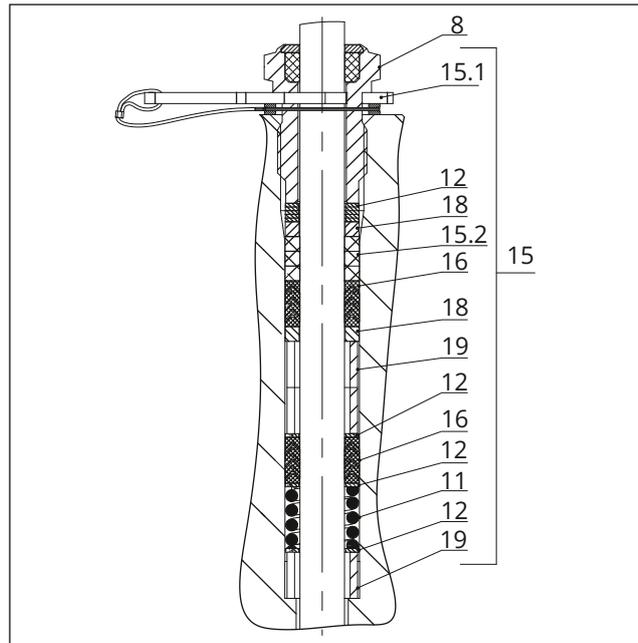
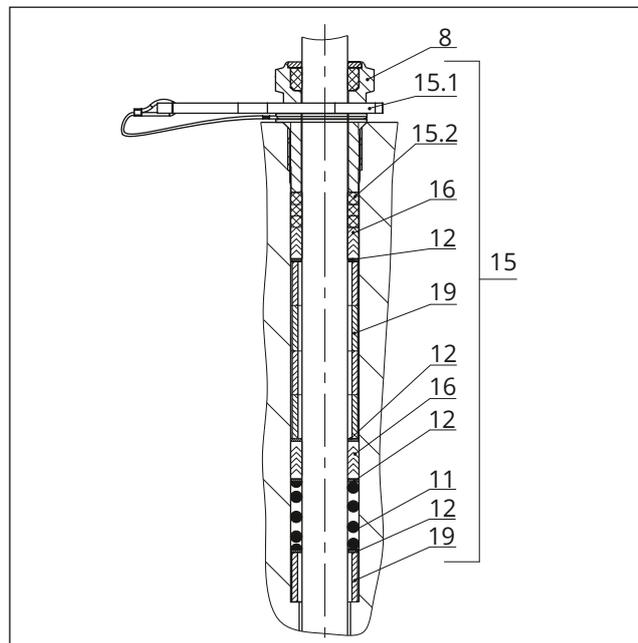

图 26: ADSEAL 填料: DN 15 至 40/NPS ½ 至 1½
图 27: ADSEAL 填料: DN 50 至 100/NPS 2 至 4
2. 使用合适的工具小心地将填料部件滑过阀杆进入填料腔。遵循正确的顺序 (请参见图 26 或图 27)。
4. 将红色隔离环 (15.1) 插在螺纹衬套 (8) 与固定环之间 (请参见图 26 或图 27)。